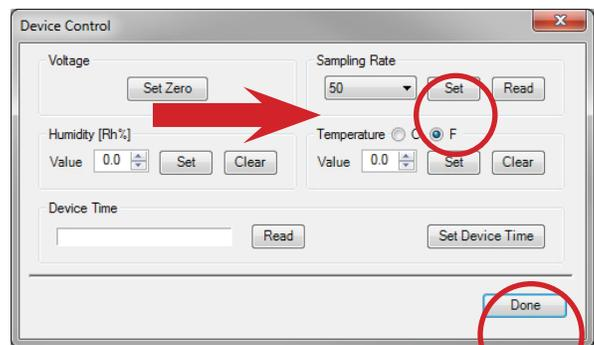

図 20: Use Edit メニューを選択しDevice Control ウィンドウを開きサンプリングレートを設定します
2. Device Control を選択するとDevice Control ウィンドウ(図 20) が画面上に現れます。